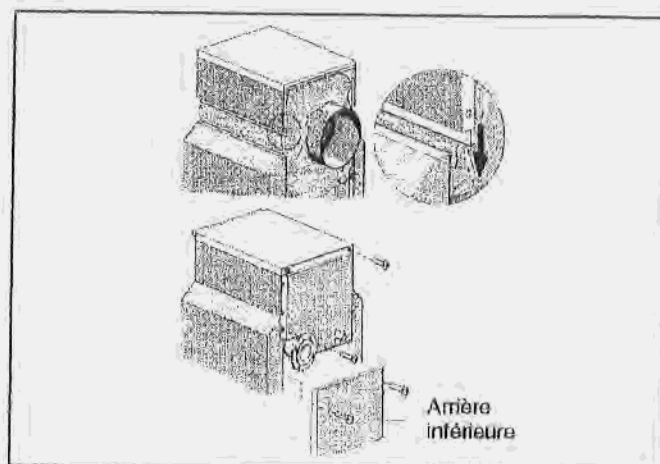

Fig. 22
- Poser le capot complètement monté sur les parois latérales, de sorte que son arête vienne se placer à l'intérieur des parois (fig.22).
- Poser la paroi arrière inférieure contre les arêtes des parois latérales et la visser avec 2 vis parker de chaque côté (fig. 22).